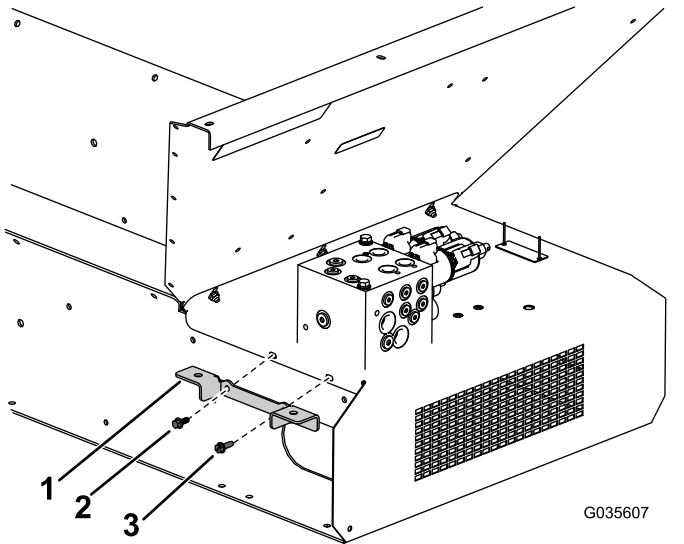

Figure 10
9. Montez le support sur la protection de rinçage ; voir la Figure 10 pour l'orientation appropriée et les fixations.